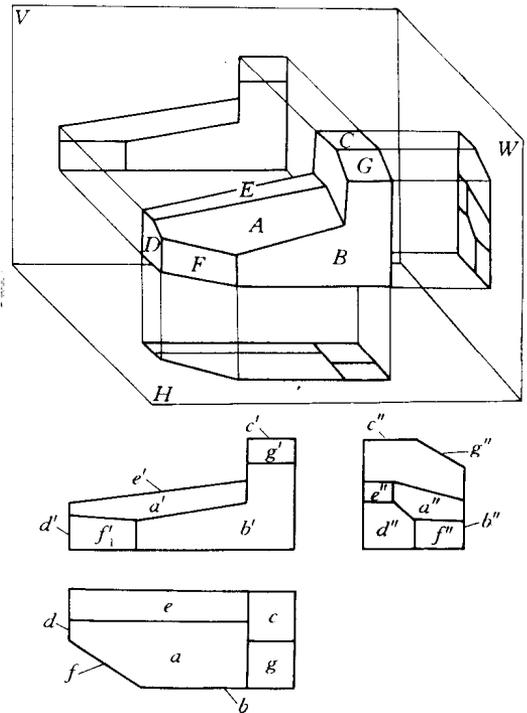

图 1-6 平面在三个投影面中的投影
③ 投影面垂直线 分三种：正垂线，如ⅢⅣ直线；铅垂线，如ⅦⅧ直线；侧垂线，如ⅤⅥ直线。投影特性是：在所垂直的投影面上的投影积聚成一点，其余两投影是横平线或竖直线且反映实长。
2) 平面在三投影面中的投影 见图 1-6。